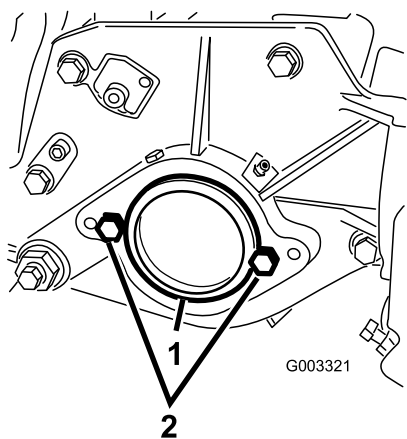

図 7
2. カッティングユニット右側のベアリング・ハウジングについているプラスチック製のプラグを外す（図 7）。
3. 右側サイドプレートからキャップスクリュ2本を取り外す（図 7）。